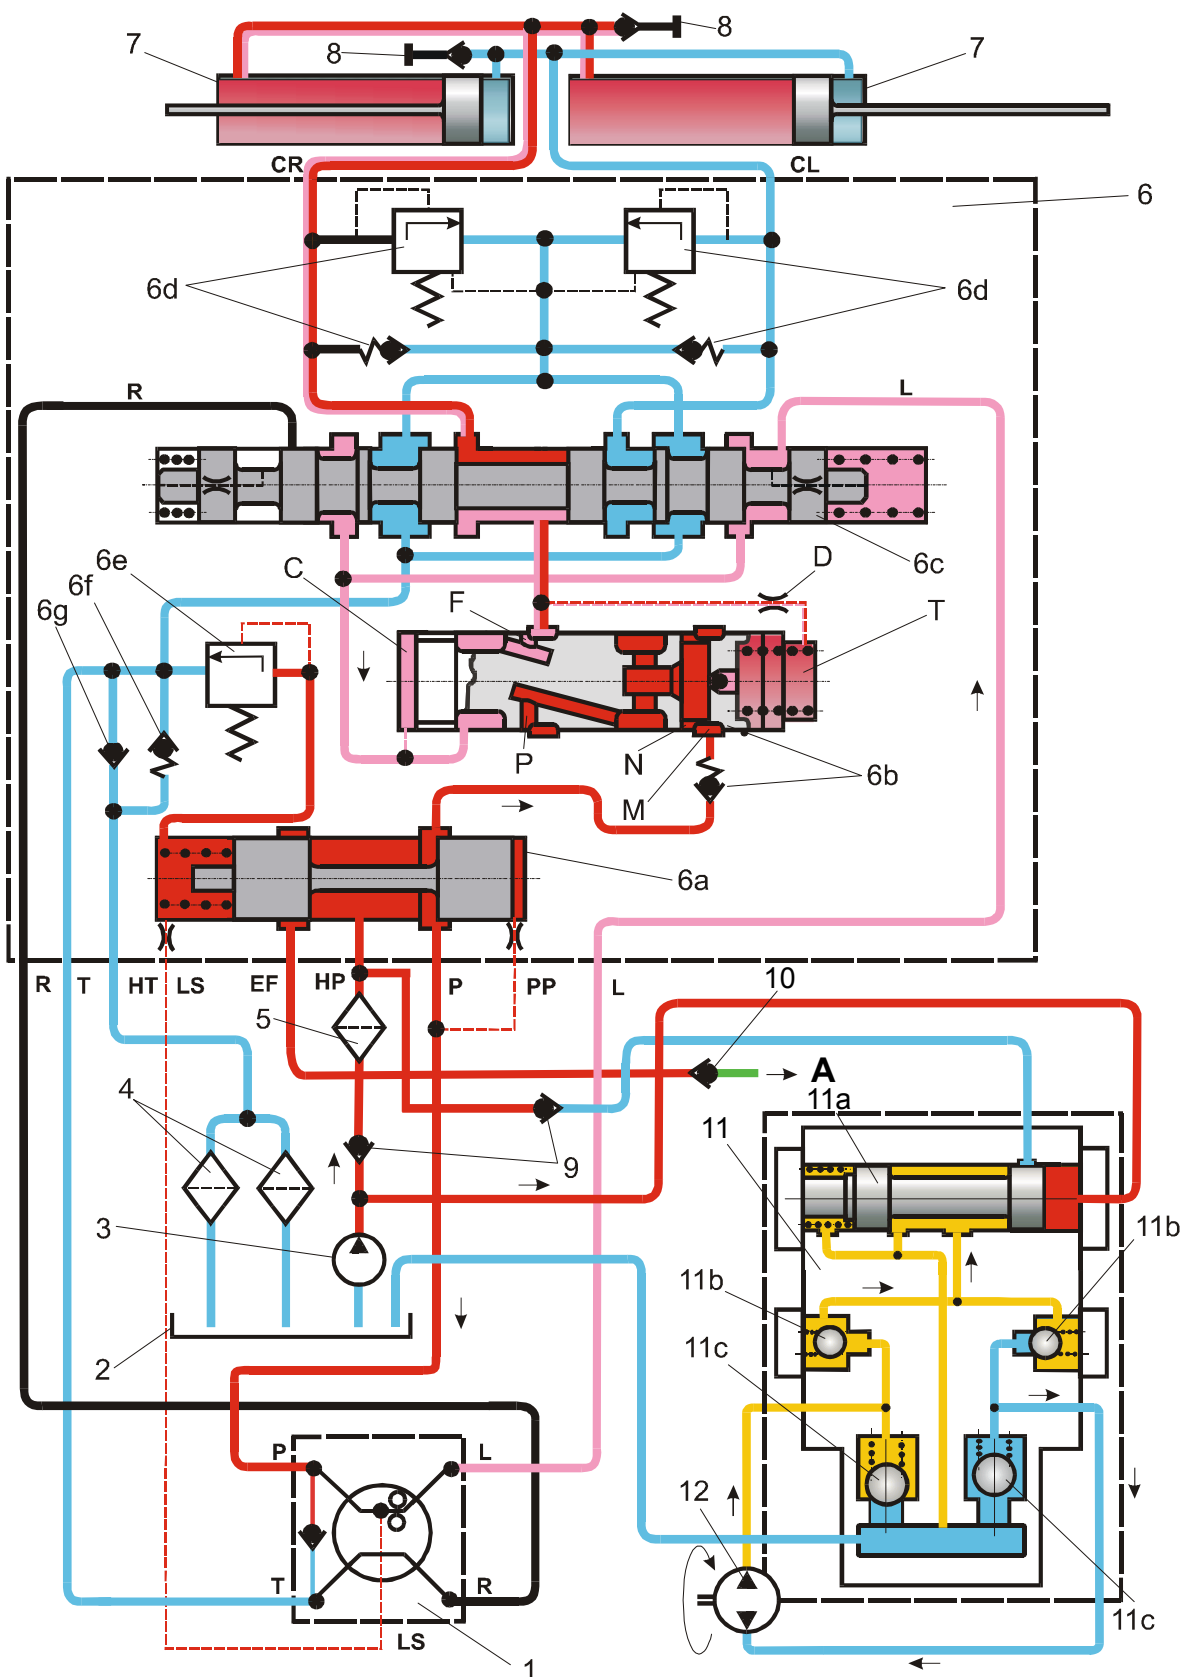

Рис. 10.3. Схема работы гидросистемы поворота – включенное положение (поворот машины)
При переключении гидросистемы поворота (Рис. 10.3.) происходит соединение полостей «Р» и «LS» через распределитель (1). Управляющий сигнал по каналу «LS» передается в левую полость приоритетного золотника (6а). Под воздействием этого сигнала приоритетный золотник перемещается вправо и отсекает поступление масла в канал «EF». При повороте распределителя имеет место соединение полостей «Р» и «L», что приводит к поступлению масла из распределителя (1) в полость «L» гидроусилителя (6). Пропорциональный золотник (6с) перемещается, благодаря проходу масла через отверстие в золотнике. Этот золотник перемещается влево и пропускает масло в полость «С» гидроусилителя (6). Под воздействием этого управляющего давления масла в полости «С» золотник (6b) передвинется вправо, благодаря чему станет возможным проход управляющего потока масла через отверстия «F».